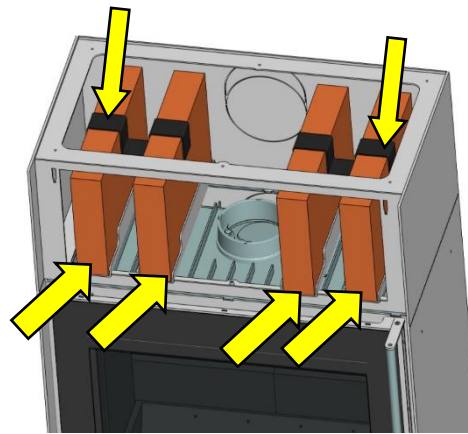

Fig. 10 : module accumulateur de chaleur
2. Insérer les pierres accumultrices (4 par rehausse) par l'avant dans les rails prévus à cet effet (Fig. 10).
3. Monter au centre les étriers de retenue (2 par rehausse) fournis (Fig. 10).